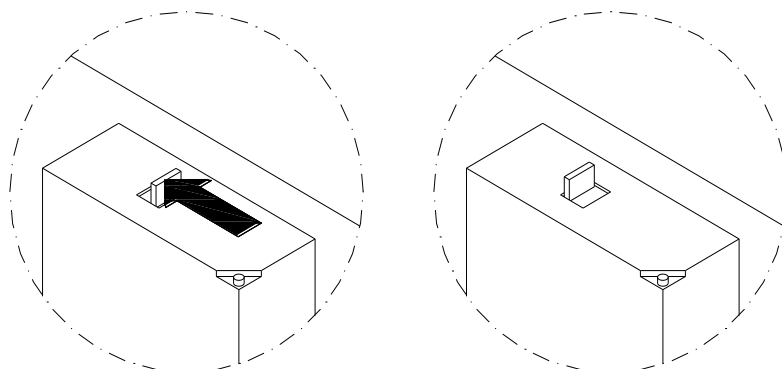

Figura 31 - Ripristino del Monitoraggio
- Ripristinare il relè del monitoraggio come mostrato in Figura 31